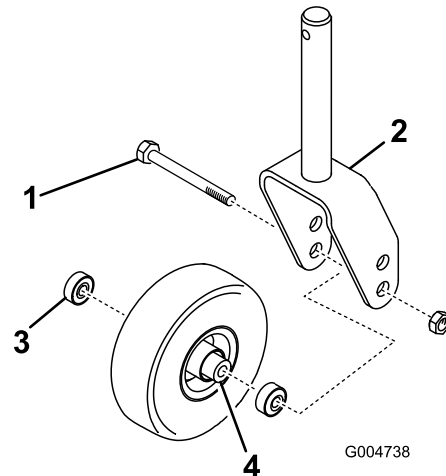

Figure 28
1. Enlevez le contre-écrou du boulon qui fixe la roue pivotante à la chape (Figure 28). Maintenez la roue
2. Enlevez le roulement du moyeu de la roue et laissez tomber l'entretoise à l'extérieur (Figure 28). Enlevez le roulement de l'autre côté du moyeu.